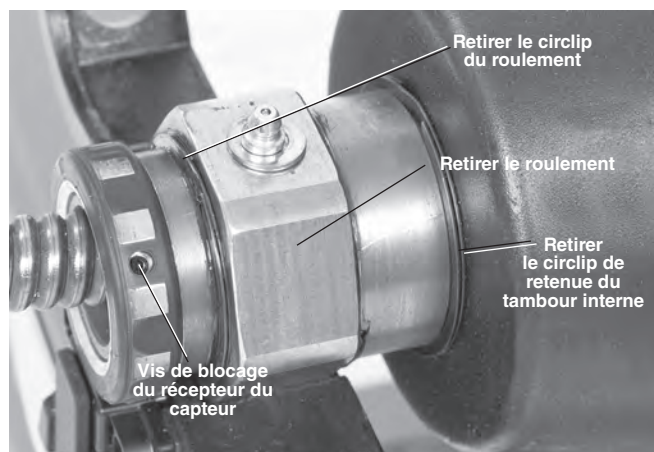

Figure 29 – Retirer le circlip et le tambour interne
9. Poussez l'extrémité de la queue de cochon à travers le guide-câble. Installez le tambour interne, le roulement et le récepteur en inversant les étapes 3, 4 et 5. Assurez-vous que tout est bien en place et correctement serré (Figure 29).